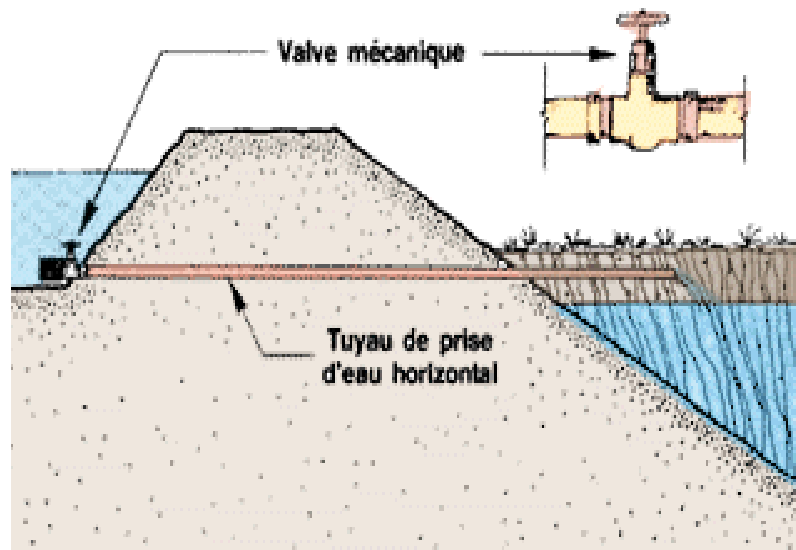

Figure 15 : dispositif de régulation d'une prise d'eau (FAO, 2006)
- Un ouvrage de protection de l'entrée par exemple gros barreaux au pilotis, une série de grille pour empêcher toute détérioration de la prise d'eau due aux débris (fig. 15).